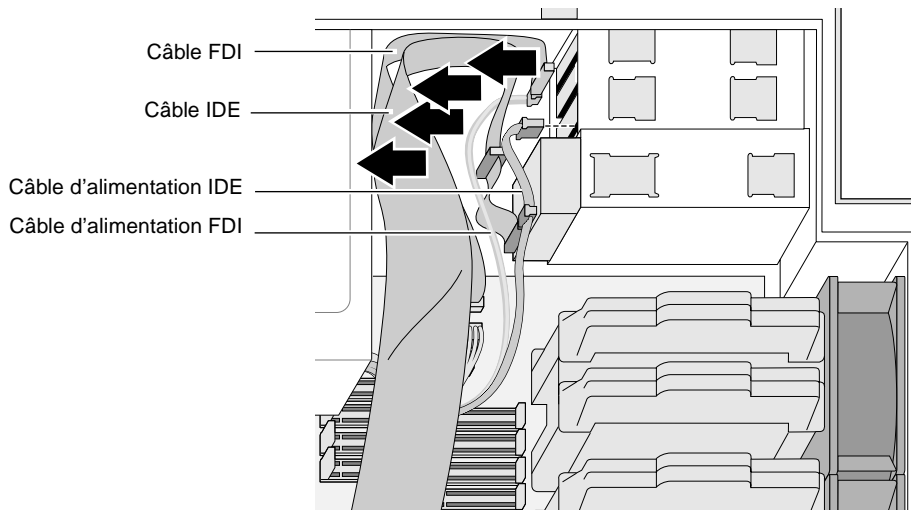

Figure 4-9 Retrait des câbles
5. Débranchez les câbles à l'arrière du ou des lecteurs (voir Figure 4-9).